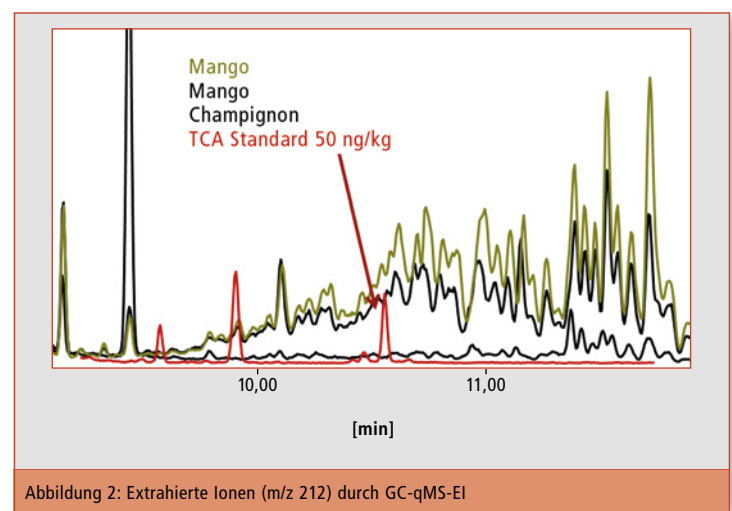

Abbildung 2: Extrahierte Ionen (m/z 212) durch GC-qMS-EI
(SIM) zeigten allerdings, dass eine derartige Technik zur Analyse von Proben aus der Praxis wegen der massiven spektralen Interferenzen nicht geeignet ist (Abbildung 2).
Das Signal-Rausch-Verhältnis (S/N) für 10 ng/kg TCA wurde von 18:1 (Elektronenstoßionisation (EI) im SIM-Modus) auf 72:1 (NCI im SIM-Modus) gesteigert. Wenn NCI in Verbindung mit der Comprehensive GCxGC eingesetzt wird, lässt sich eine weitere Steigerung des S/N auf 300:1 beobachten, woraus eine Quantifizierungsgrenze von 0,1 ng/kg resultiert. Der einzige Nachteil der Methode besteht in der Bildung von Fragmenten, die mit den Halogenatomen korrespondieren ($m/z = 35$ und 37 für Chloranisole und $m/z = 79$ und 81 für Bromanisole), was den Einsatz von deuterierten Standards unmöglich macht. Abbildung 2 zeigt den Kontour-Plot der Standardprobe mit der Konzentration von 10 ng/kg für jede der unterschiedlichen halogenisierten Anisole. Abbildung 3 zeigt Kontour-Plots von halogenisierten Anisolen einer Mangoprobe aus der Praxis. Die Probenaufbereitung wurde mit einer automatisierten Headspace-Festphasen-Mikroextraktion (HS-SPME) durchgeführt, wobei eine 2 cm 50/30 μm Divinylbenzol/Carboxene/Polydimethylsiloxan-Kapillare bei 80 °C für 60 min zum Einsatz kam. Die Pro-